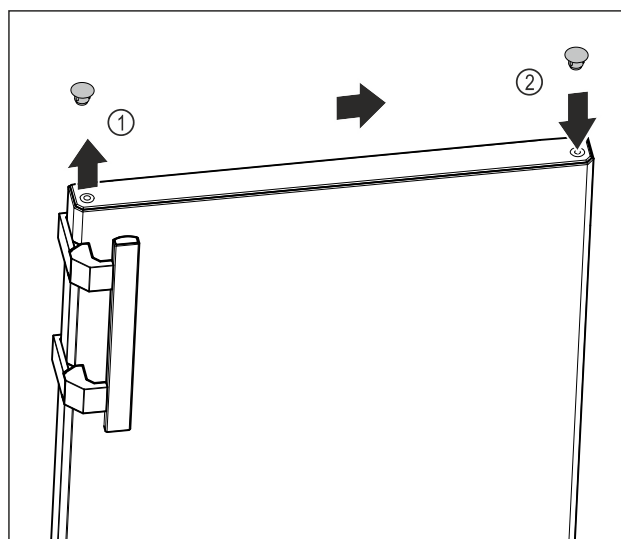

Fig. 17
- ▶ Осторожно поднимите заглушку в верхней части двери Fig. 17 (1) при помощи шлицевой отвертки.
- ▶ Установите заглушку на противоположной стороне. Fig. 17 (2)